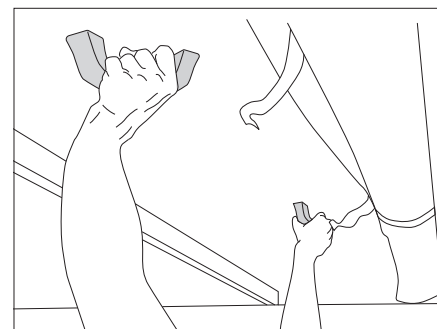

Figura 19 Levantar el techo elevable
- Presionar el techo elevable de los dos tiradores hacia arriba con las dos manos (Figura 19).